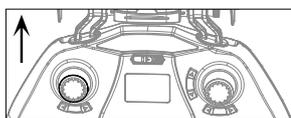

Bild 15
2. Bewegen Sie den Gasknüppel ganz nach oben und sofort nach unten um den Bindevorgang zu starten. (Bild 15 und Bild 16).